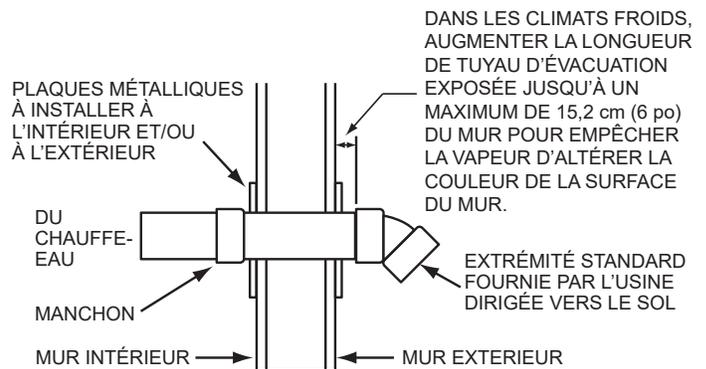

Figure 35. Installation à extrémités murales
12. En travaillant de l'extérieur, enfiler le tuyau et la ou les bouches assemblées aux étapes précédentes à travers le mur. Veiller à bien diriger la ou les bouches d'extrémité vers le sol. Voir **Figure 35**.
16. Poser un accouplement à l'extrémité du ou des tuyaux à l'intérieur du bâtiment. Avant que le mastic silicone n'ait eu le temps de prendre complètement, sortir du bâtiment et s'assurer que la ou les bouches d'évacuation sont toujours dirigées vers le sol. Voir **Figure 35**.